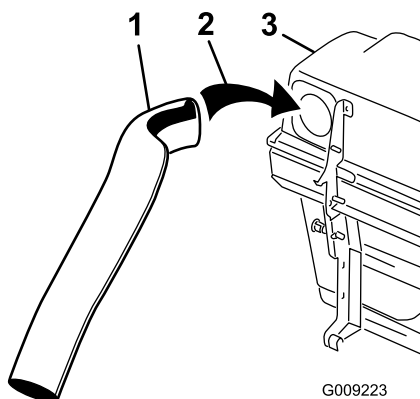
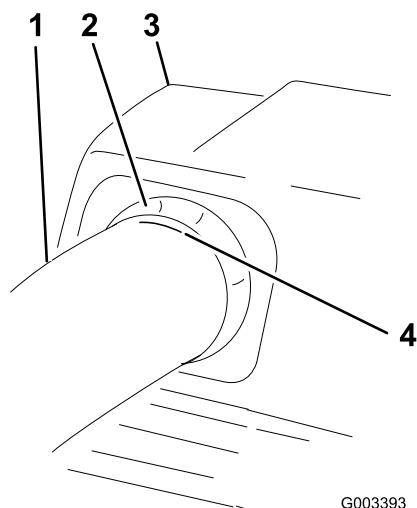

Bild 22
Bild 24
5. Setzen Sie das obere Rohr in die Öffnung am Heckfangsystem ein und ziehen es zurück, sodass die Gummidichtung hervorsteht (Bild 22 und Bild 24).
Sie die Löcher bohren und das obere und untere Rohr anschließen (Bild 24).